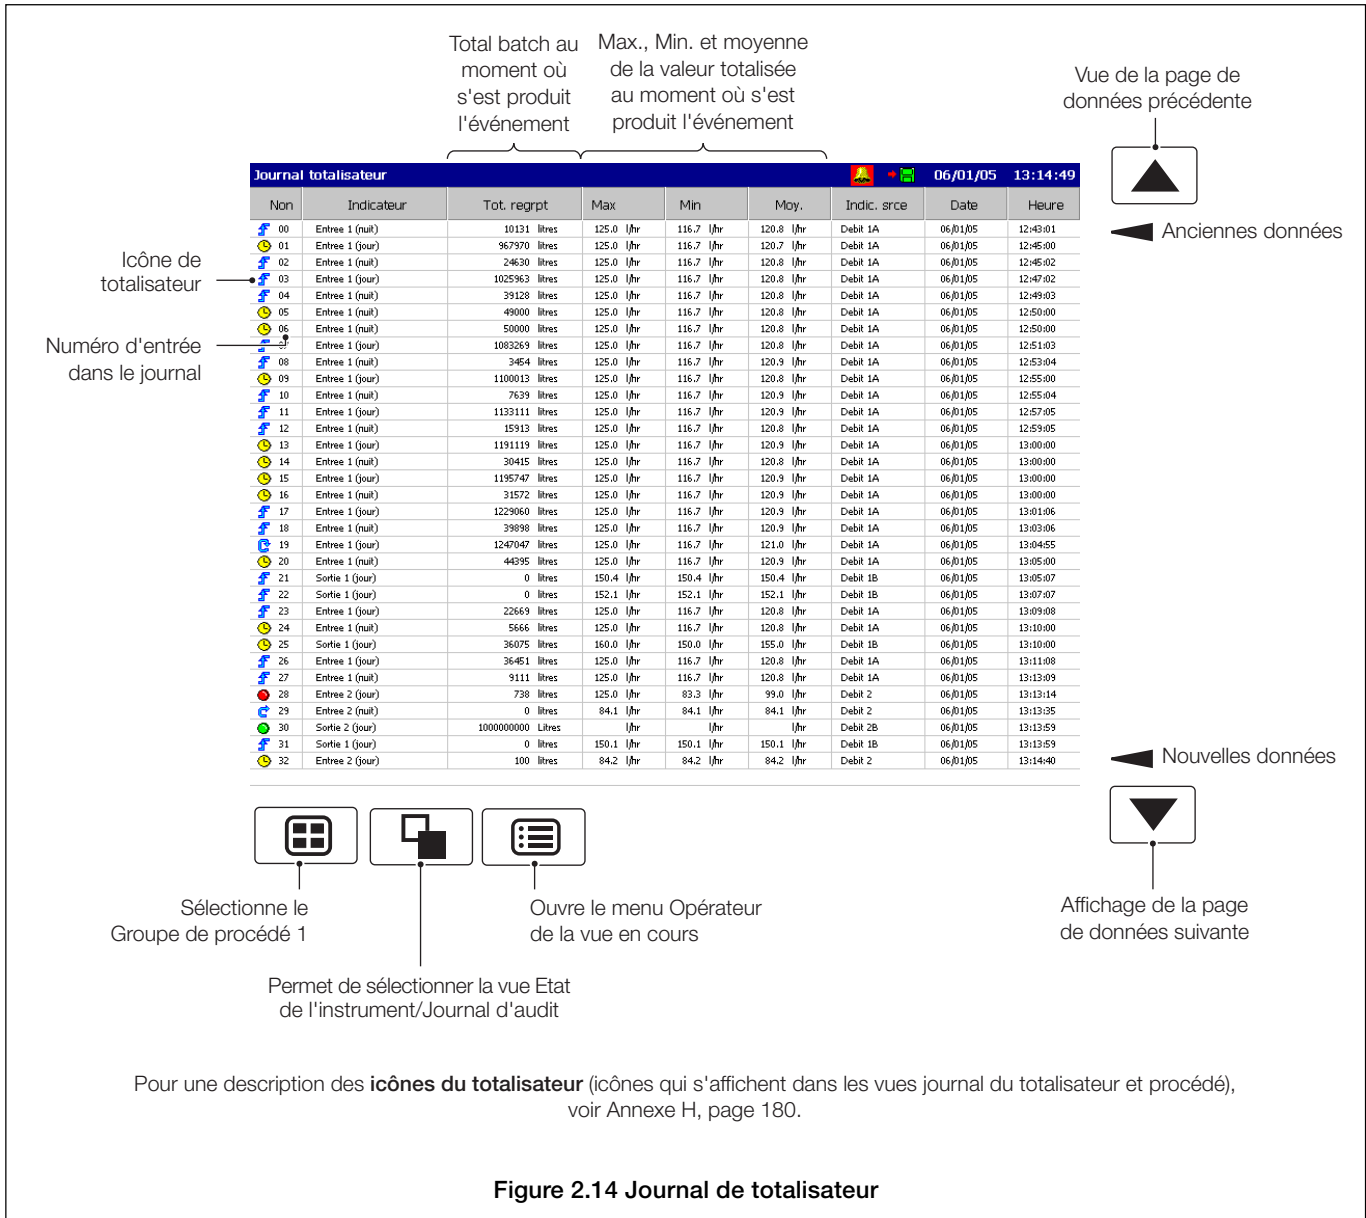

Figure 2.14 Journal de totalisateur
2.10 Journal de totalisateur – Figure 2.14